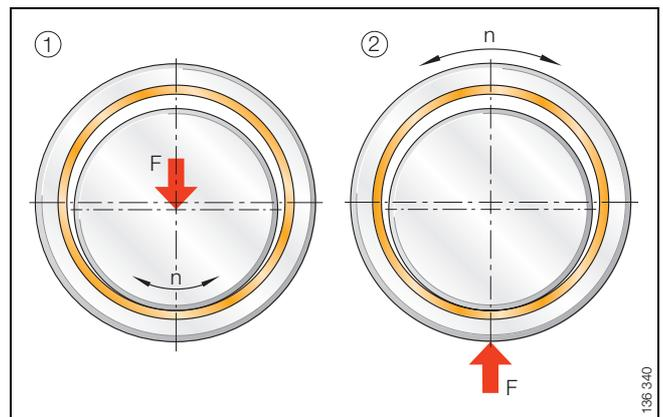

Bild 3 · Korrekturfaktor Belastungsfall f_A
Korrekturfaktor Belastungsfall, Bild 3, Seite 14
- Korrekturfaktor Belastungsfall f_A , Bild 3